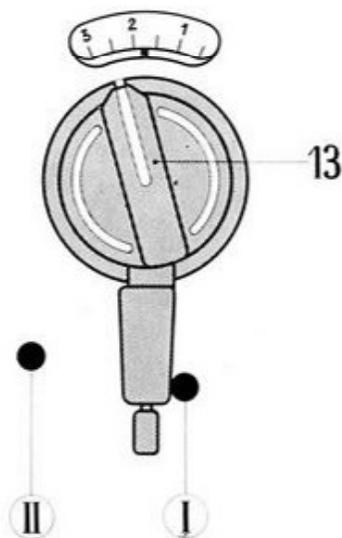

Abb. 36
6. Einstellen des Hebels 13 (Abb. 36). Dieser wird so weit nach links gedreht, bis der an seinem oberen Ende befindliche *weiße Strich* dem weißen Strich des Zickzack-Hebels 12 gegenüberliegt (Abb. 36). Damit ist die Maschine zum Knopflochnähen eingestellt.